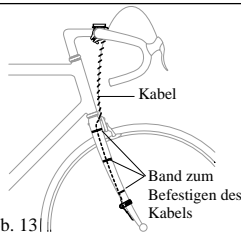

Abb. 13
- Das Kabel mit dem Klebeband gemäß Abb. 13 befestigen. Das